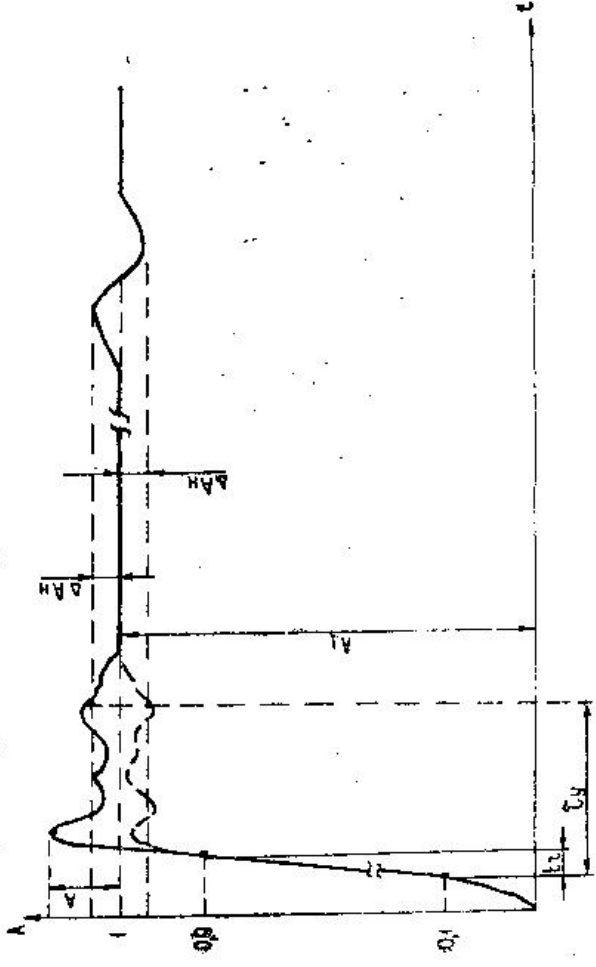

Рис. 21. Изображение импульса на экране ЭЛТ при проверке времени нарастания, выброса, времени установления переходной характеристики и неравномерности.
14.3.3.4. Параметры переходной характеристики определяют (рис. 21) методом прямых измерений при помощи генератора испытательных импульсов И1-11.
Время нарастания (tr) переходной характеристики определяется как интервал времени, в течение которого переходная характеристика нарастает от 10 до 90 % установившегося (амплитудного) значения (рис. 21).